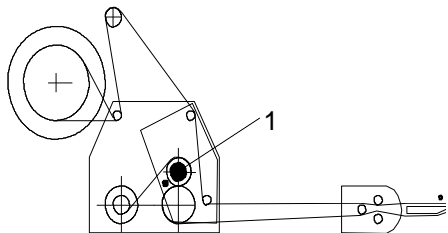

Bild 1
An der vorgezogenen Bahn die Etiketten vom Trägerpapier lösen. Anschliessend durch die Drehung des Knopfes (1) die Gegendruckwalze öffnen, das Trägerpapier (Schutzpapier) um die Spendekante umlegen und gemäss Schema (Bild 1) einfädeln.